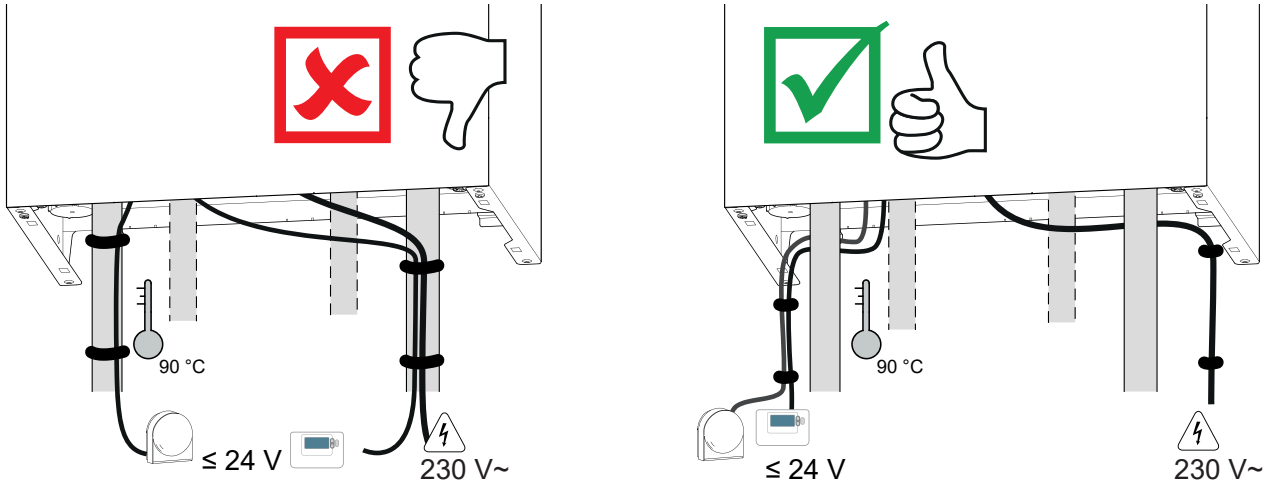

fig. 17 - Chemin de câbles
- Effectuer les raccordements suivant les schémas (fig. 17 et fig. 19).